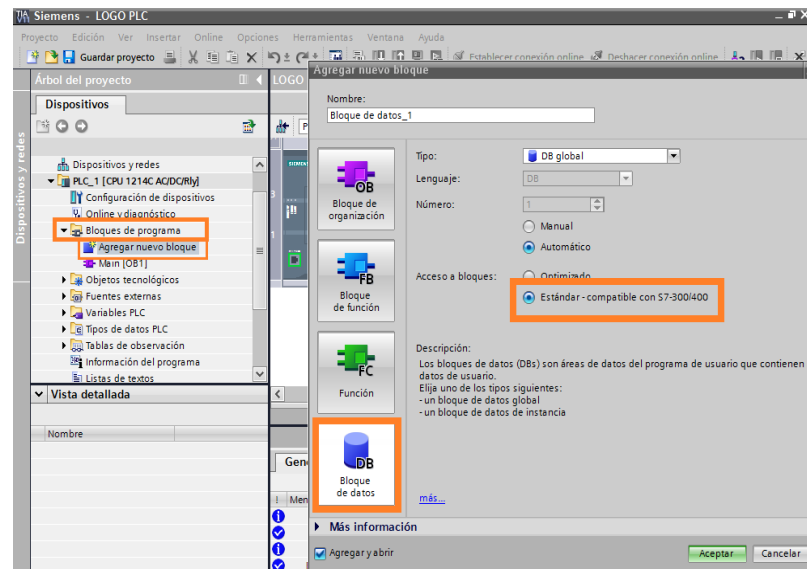

Figura 103: Seleccionar nuevo bloque.
7. En “Dispositivos” dar un clic en “Agregar un nuevo bloque” Figura 103, seleccionar “Bloque de datos”, cambiar los parámetros a “DB global”, “Estándar- compatible con S7-300/400” y dar un clic en aceptar.